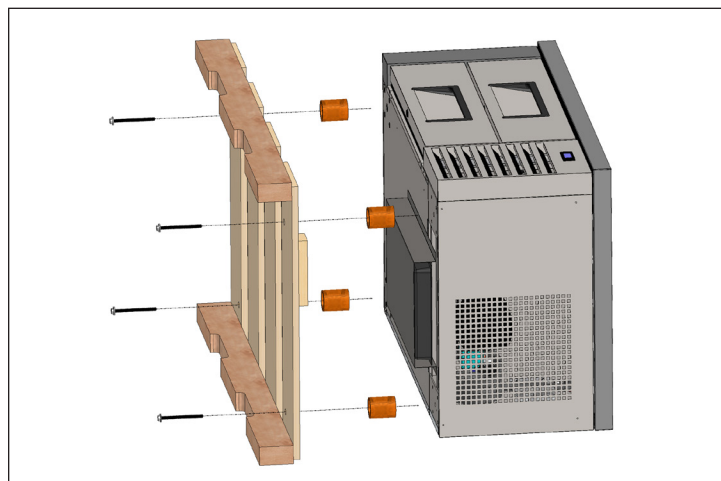

Fig. 2. Retrait des boulons de expédition.
- c. À l'aide d'une clé réglable, déplacez tous les boulons de transport fixant le patin à bois au fond de l'appareil. Voir fig. 2.